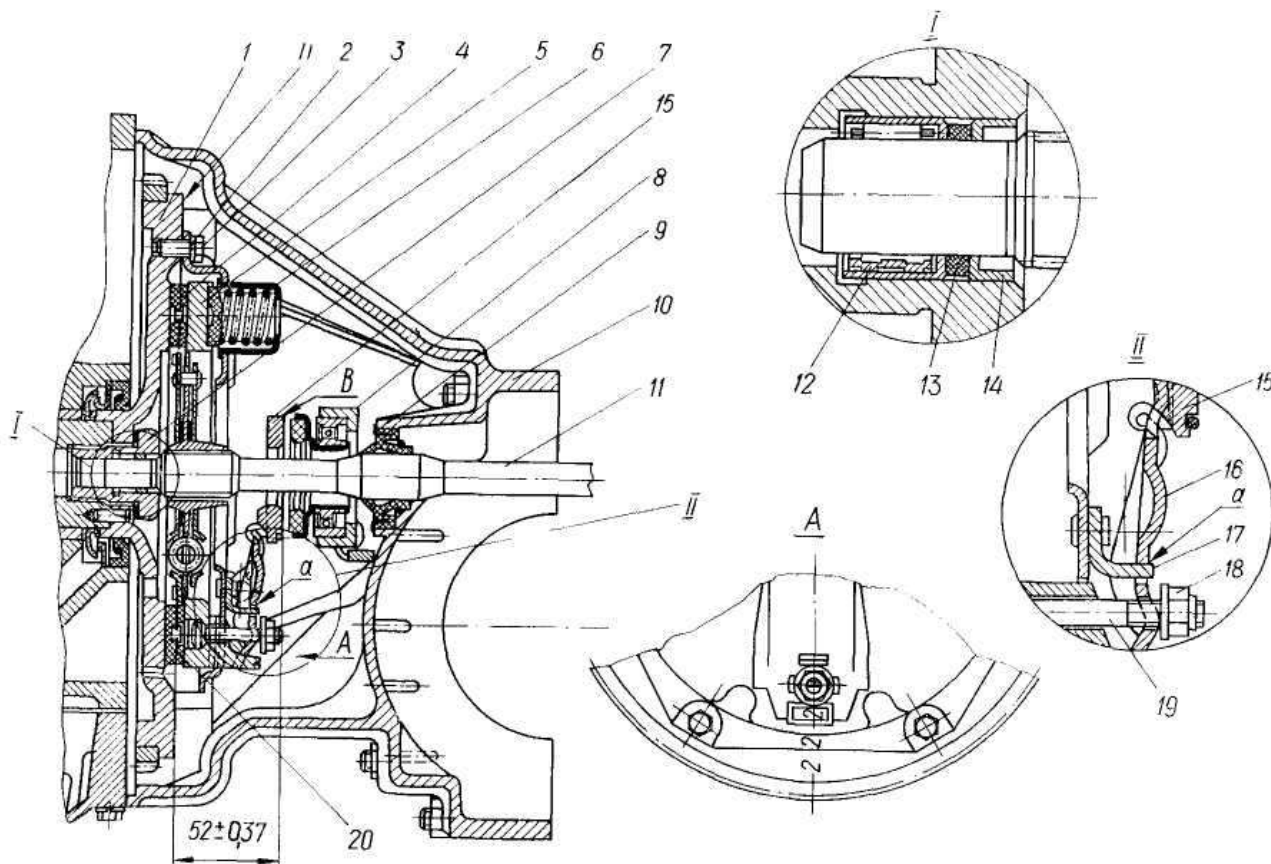
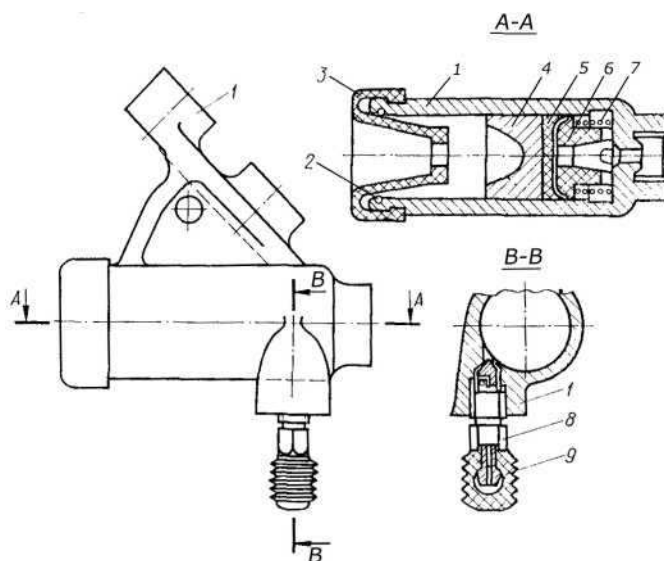
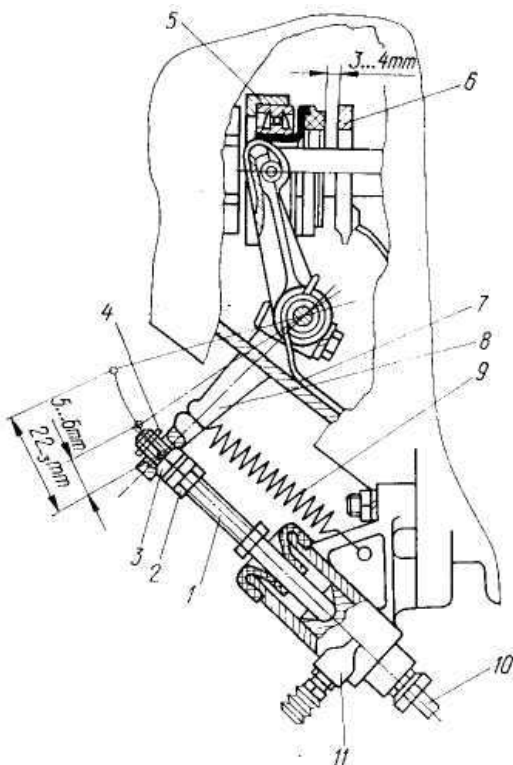

Рис. 103. Сцепление:
Рис. 109. Цилиндр привода выключения сцепления:
Рис. 110. Регулировка свободного хода педали сцепления:
Устройство сцепления показано на рис. 103—106.
С помощью сцепления коленчатый вал двигателя маховиком *1* (рис. 103) соединяется с ведущим (первичным) валом *11* коробки передач. Крутящий момент двигателя на вал *11* передается ведомым диском *4* сцепления в сборе, фрикционные накладки которого при включённом сцеплении прижимаются к чугунному маховику *1* чугунным диском нажимного диска *5* в сборе (прижимаются усилием шести нажимных пружин *6* этого диска).
При выключенном сцеплении передней опорой для вала 11 (рис. 103) является только подшипник 12, установленный в расточке болта крепления маховика. Вращение вала 11 в этом подшипнике имеет место только в случаях вращения маховика 1 и вала 11 с разными скоростями (т. е. при выключенном сцеплении, а также при пробуксовке сцепления).
Цилиндр привода выключения сцепления состоит из чугунного цилиндра 1 (рис. 109), поршня 4, манжеты 5, прижимаемой к поршню пластмассовым распорным грибком 6 под усилием пружины 7. При нажатии на педаль манжета под усилием рабочей жидкости перемещает поршень с установленным в него толкателем 1 (рис. 110). Под действием толкателя рычаг 8 с установленным в его вилку подпятником 5 нажимает на пятую 6 трёх рычагов 16 (рис. 103). При этом рычаги 16 пальцами 19, преодолевая усилие пружины 6, отжимают нажимной диск 5, освобождая накладку ведомого диска от сцепления с нажимным диском 5 и маховиком 1 — сцепление выключено.
Номинальный эксплуатационный зазор между пятой 6 (рис. 110) и подпятником 5 должен быть в пределах 3...4 мм. Свободный ход рычага 8 при этом находится в пределах 5...6 мм, а педали сцепления — 29...43 мм.
- выпрессуйте сальник 9 (рис. 103) из картера сцепления (только при необходимости замены).